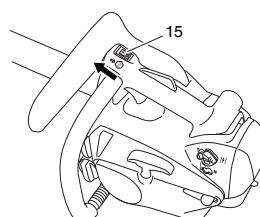

Fig. 11
2. Placez le commutateur de marche/arrêt (15) en position "marche" (ON). (Fig. 11)